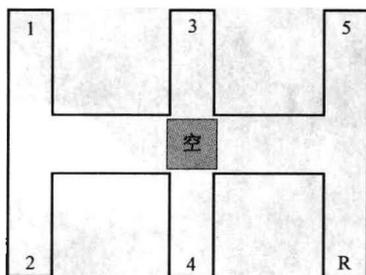

图 1-12 变速杆挡位图
- (1) 适应汽车行驶阻力的变化, 改变驱动轮扭矩和转速。
- (2) 控制汽车前进或倒退。
- (3) 空挡时, 中断动力传递, 使发动机的运转与车辆的运动相脱离。
- 变速杆的握法是手心向下, 五指并拢, 用手掌包住变速杆顶端的球头。变速杆挡位如图 1-12 所示。